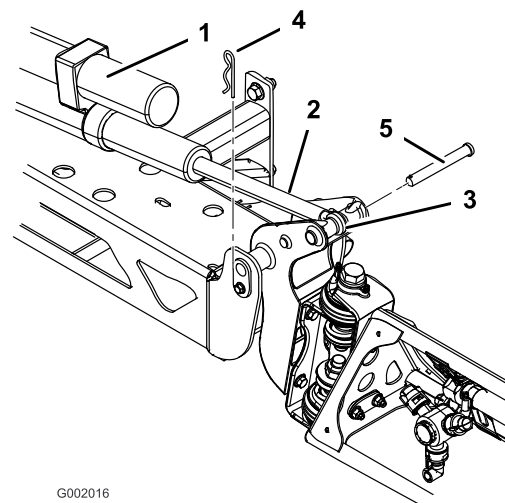

Bild 44
2. Nehmen Sie den Splint vom Gelenkstift ab (Bild 44).
3. Heben Sie das Spritzgestänge an und nehmen Sie den Stift ab (Bild 44). Senken Sie das Spritzgestänge langsam auf den Boden ab.
6. Heben Sie das Spritzgestänge an, um das Gelenk mit der Aktuatorstange auszurichten. Halten Sie das Spritzgestänge fest und stecken Sie den Stift durch das Gelenk des Spritzgestänges und die Aktuatorstange (Bild 44).